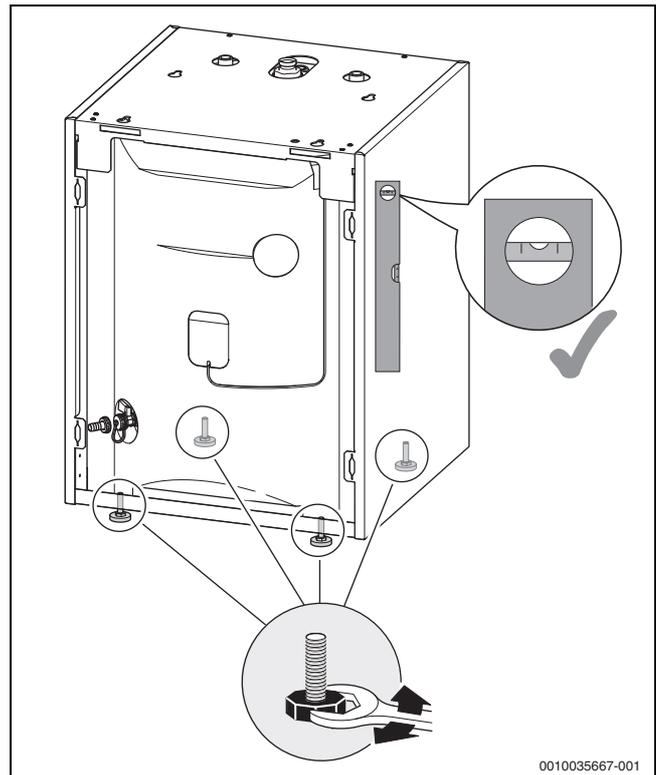

Bild 9 Speicher ausrichten
- ▶ Gerät über die Stellfüße des Speichers ausrichten (→ Bild 9, Seite 12).